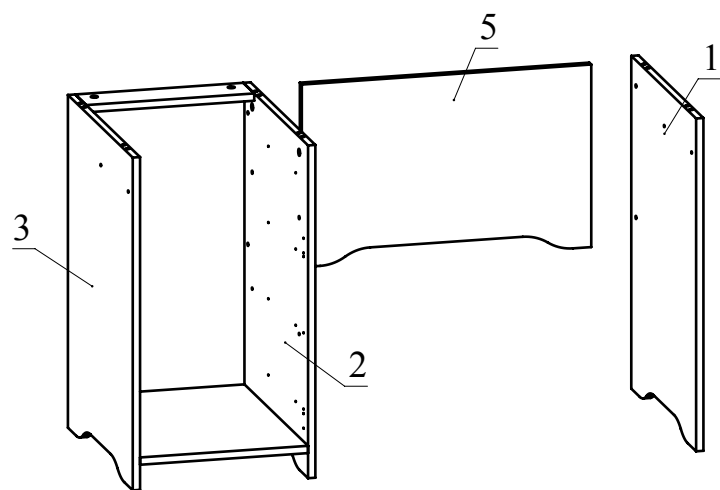

Рис.5
4. Соединить при помощи конфирматов 7х50 детали 1 и 5 (Рис. 5).
Скрепить полученную сборку с деталью 2 при помощи конфирматов 7х50 (Рис. 5).